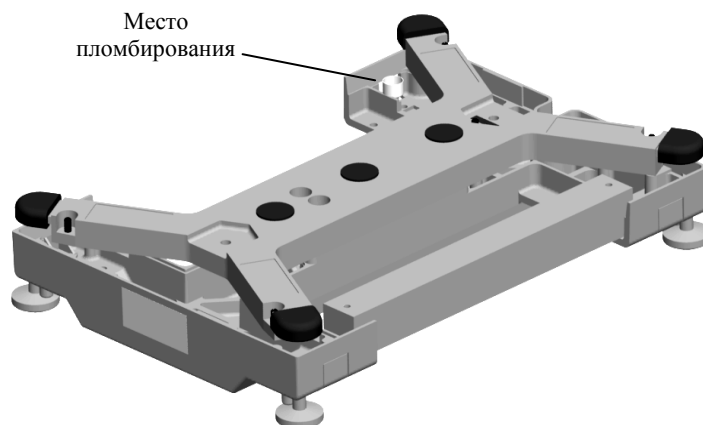

Рис. 12.1 - Пломбирование весов
- опломбировать весы (Рис. 12.1).